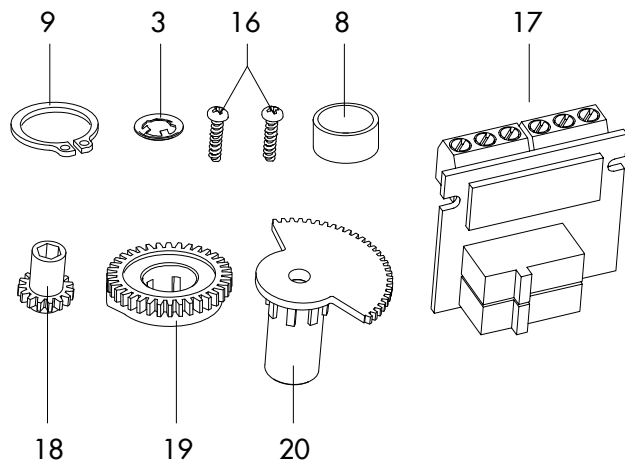

Bild 19: Mechanische Grenzkontakte · Bausatz
- Mechanische Grenzkontakte (vgl. Bild 19).